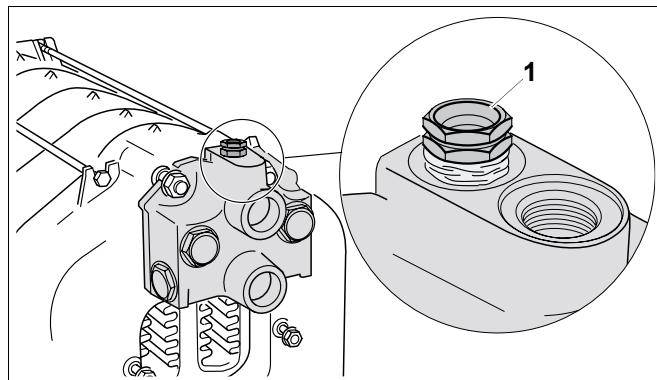

Рис. 23 Установка гильзы для датчиков
- Заглушить подающую и обратную линии (воздушник установить на фитинге Rp  $\frac{3}{4}$  (→ рис. 23)).